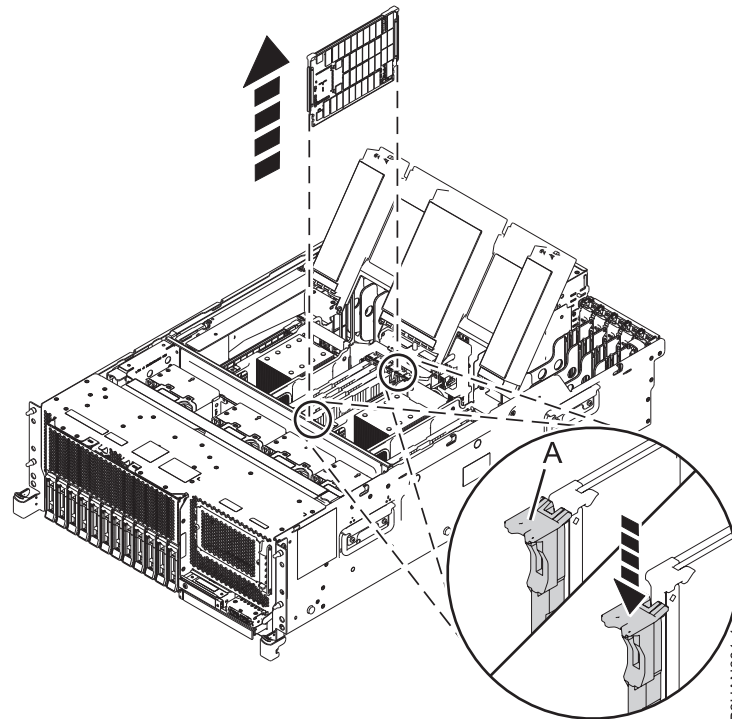

Abbildung 6. Speichermodul aus dem System ausbauen
2. Um das Speichermodul von dessen Anschluss im Steckplatz zu entriegeln, drücken Sie die Verriegelungszungen (A) in die Richtung, die angezeigt wird in Abb. 6. Durch die Hebelwirkung der Zungen wird das Speichermodul aus dem Anschluss gelöst.